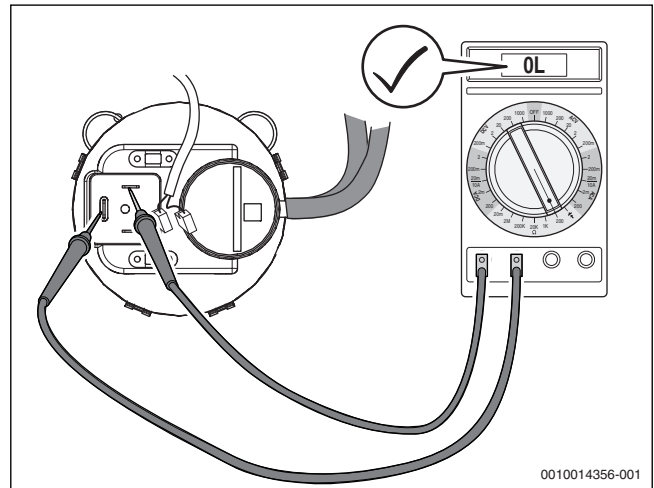

Рис. 69 Проверка проводимости дифференциального реле давления (реле в порядке)
- ▶ Отсоедините электрические провода на дифференциальном реле давления и измерьте сопротивление на контактах (→рис. 69).